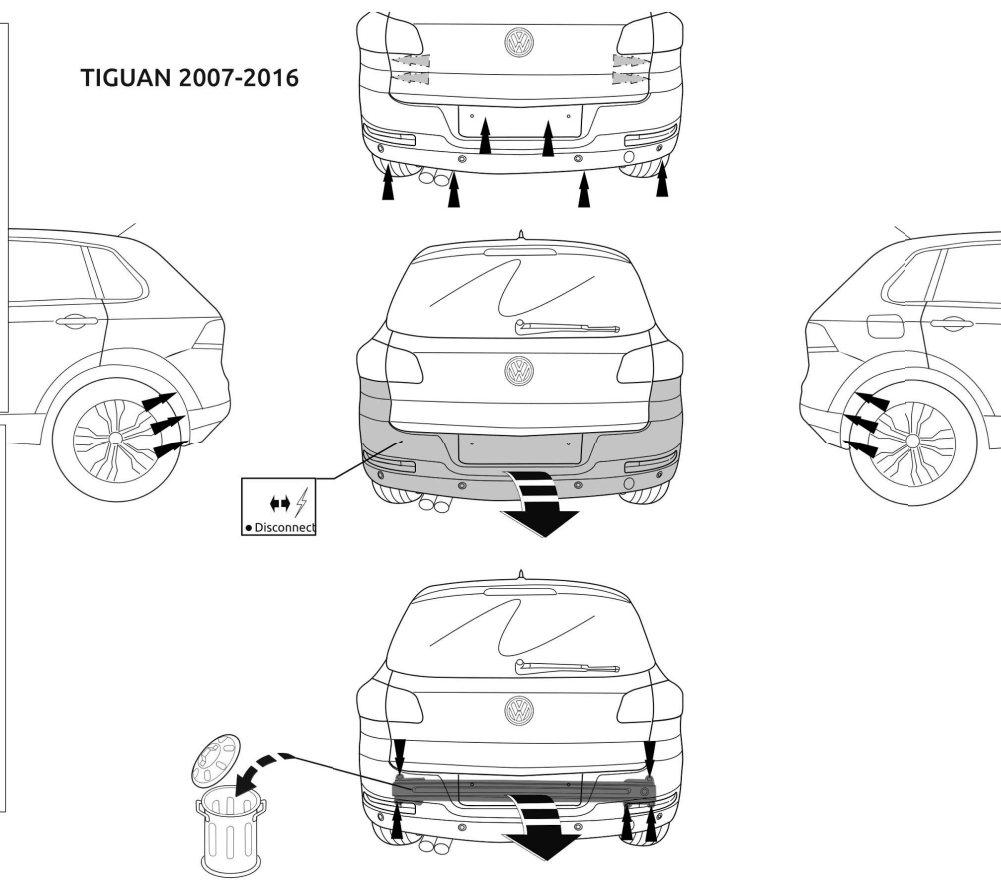

Fig. 1
1. Снять оба блока задних фар. Снять бампер вместе со буферным брусом автомобиля. Буферный брус больше не понадобится. Поставить гайки на место. См. рисунок 1/2/3/4/5/6/7.